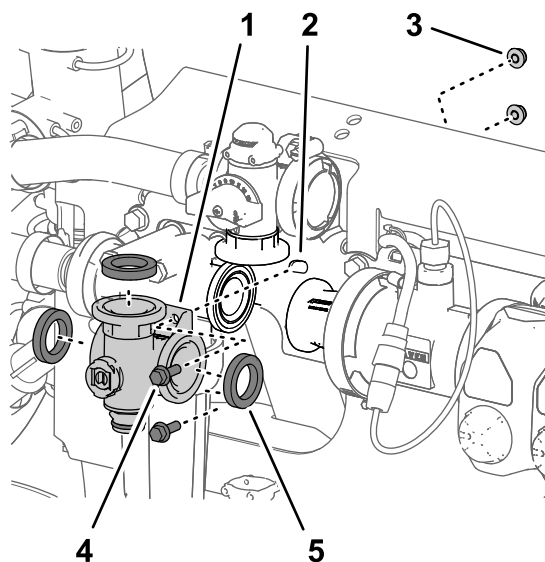

Figure 119
- Retirez les 2 boulons à embase ($\frac{1}{4} \times \frac{3}{4}$ po) et les 2 contre-écrous à embase ($\frac{1}{4}$ po) qui fixent le collecteur de vanne d'agitation au support de vanne (Figure 119).
- Déposez le collecteur de vanne d'agitation et les joints de la machine (Figure 119).